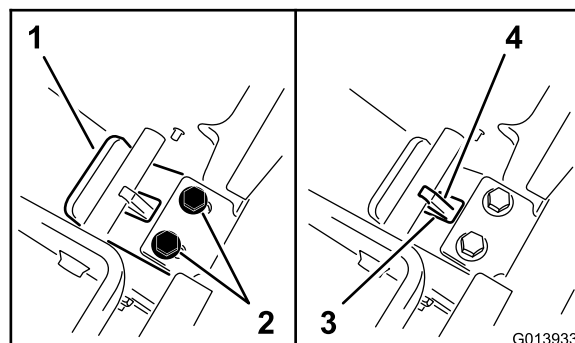

Figura 20
5. Manteniendo la presión sobre la chapa trasera, deslice la lengüeta hacia usted, hasta que el borde de la chapa de la lengüeta entre en contacto con el travesaño (Figura 20).